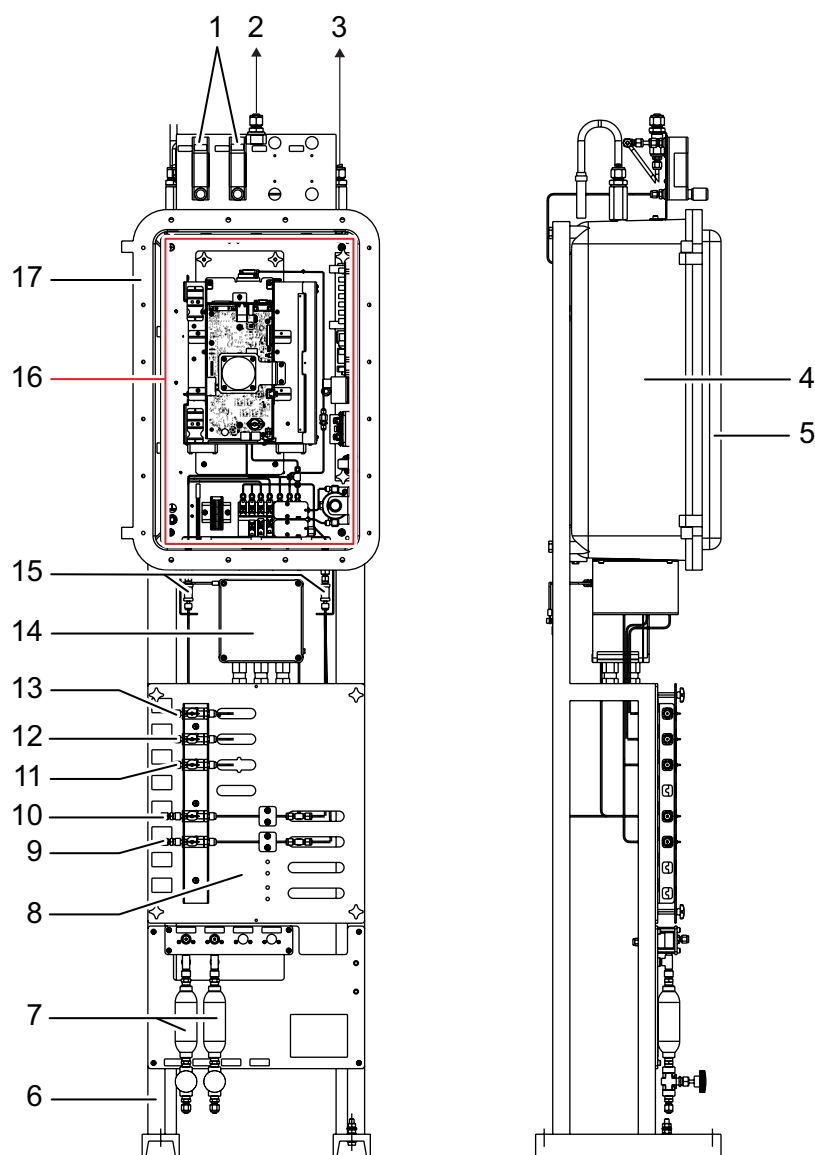

Abb. 3: Prozessgaschromatograph PGC 9301 mit Gehäuse und Gestell zur Bodenmontage
- PGC 9301 mit Gehäuse und Gestell zur Bodenmontage (vgl. Abb. 3)